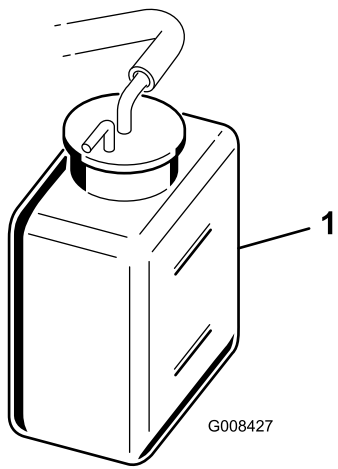

Figure 42
2. Contrôlez le niveau de liquide de refroidissement (Figure 41 et Figure 42).